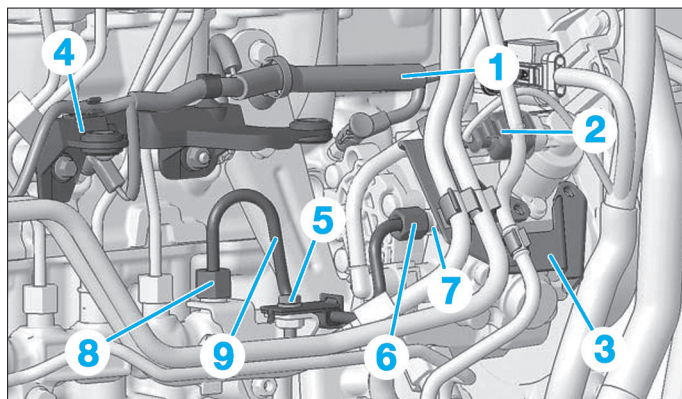

Fig. 34
- Écarter le faisceau d'alimentation des bougies de préchauffage (1) (Fig.34).
- Débrancher le connecteur (2).
- les supports (3) et (4),
- la vis (5).
- l'embout, (6) de la pompe haute pression (appliquer un contre couple sur le raccord (7),
- l'embout (8) de la rampe commune haute pression.